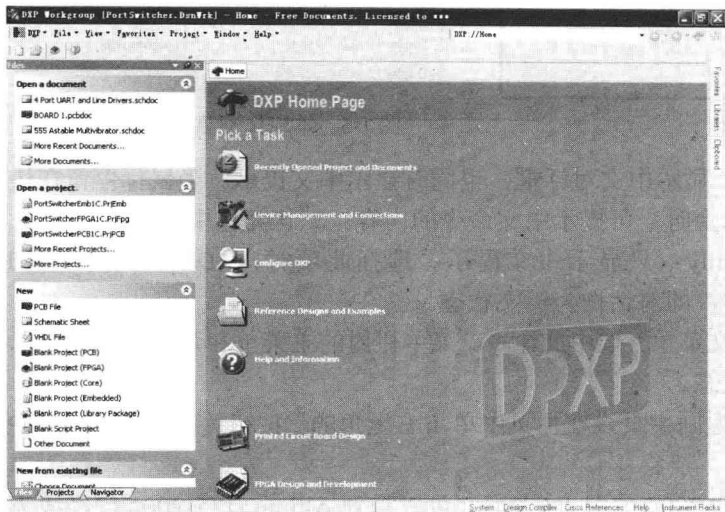
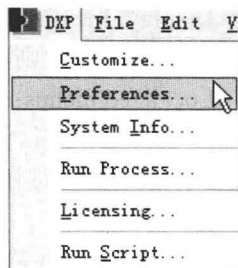

图 1-1 Altium DXP 2004 英文浏览器界面
图 1-2 **【Preferences】** 优先设定命令
初次启动 Altium DXP 2004 后, 将进入英文环境的 DXP 设计主页, 如图 1-1 所示。喜欢英文设计环境的用户, 可以直接由此开始自己的设计工作; 对于习惯使用中文的用户来说, 通过设置, 可以进入中文环境中进行各种设计。
(1) 单击启动后的 Altium DXP 2004 英文浏览器界面 (如图 1-1 所示) 主菜单栏中的  菜单按钮, 在下拉菜单中选择 **【Preferences】** 项, 如图 1-2 所示。